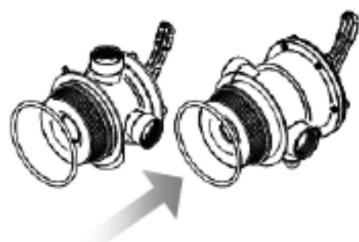

Fig. 16
4. Tomar la *válvula multifunción* que se suministra y colocar la guarnición blanda insertándola desde abajo (Fig. 16).